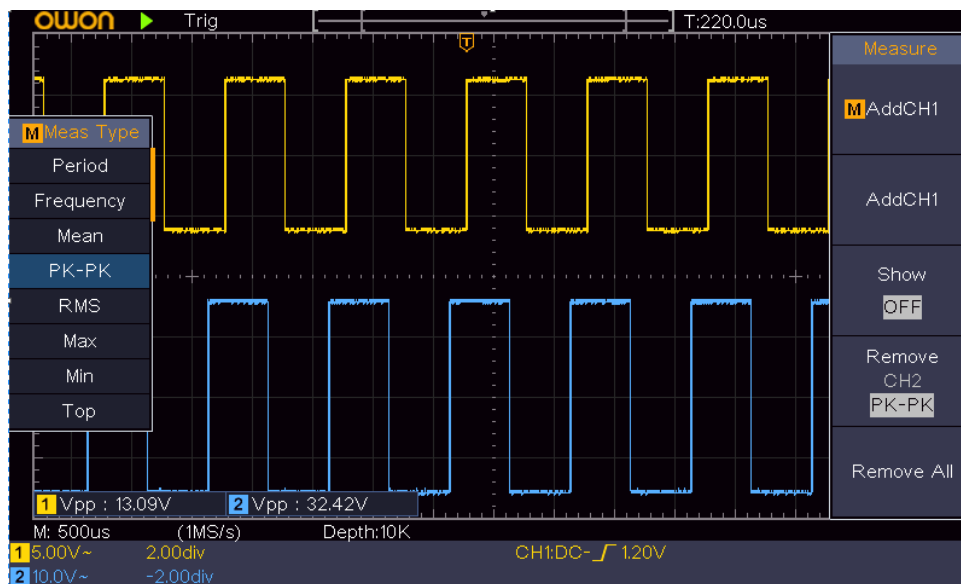

Figure 6-2 PK-PK自動測定アイテムを選択
- (1) **Autoset**キーを押して、2つのチャンネルの波形を適切に表示させます。
- (2) **Measure**を押して自動測定メニューを開きます。
- (3) 右メニューの**Add CH1**を押します。
- (4) 左メニューで**M/F**を回して**PK-PK**を選択します。
- (5) 右メニューで**Add CH1**を押して**CH1のPK-PK**を追加します。
- (6) 左メニューで**PK-PK**を選択したまま、右メニューで**Add CH2**を押して**CH2のPK-PK**を追加します。
- (7) 画面左下からCH1（入力信号）とCH2（出力信号）のピーク・トゥ・ピーク電圧値を読み取ります。（Figure 6-2）
- (8) 下記の式でアンプのゲインを算出します。